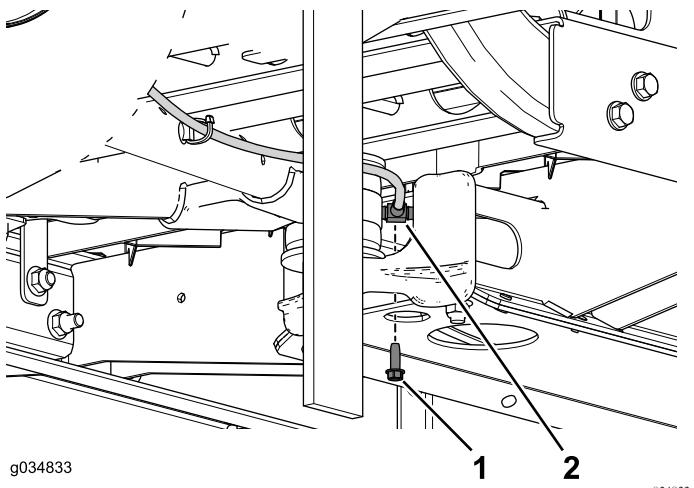

Рисунок 67
6. Выверните самонарезающий винт, который крепит тройник к центральному швейлеру (Рисунок 67).